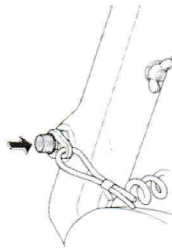

Рис. 18. Последовательность выключения (1)
- 3) Нажать кнопку останова двигателя, вытащить фиксатор аварийного останова из выключателя для окончательного выключения двигателя (См. Рис. 18).